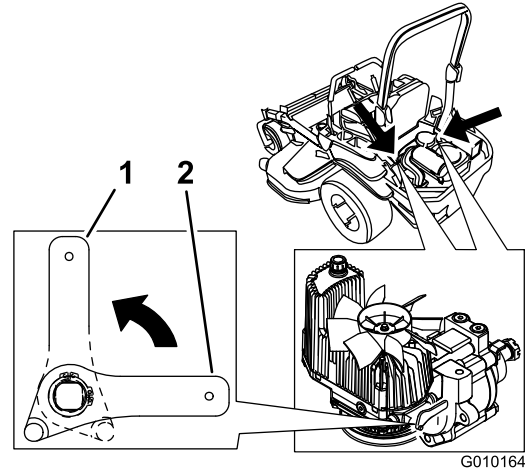

Bild 37
2. Drehen Sie zum Schieben der Maschine das Sicherheitsventil heraus. So kann Hydrauliköl an der Pumpe vorbei direkt zu den Rädern fließen, die sich daraufhin drehen können (Bild 37).
4. Stellen Sie die Ablassventilhebel zum Verwenden der Maschine horizontal (Bild 37).